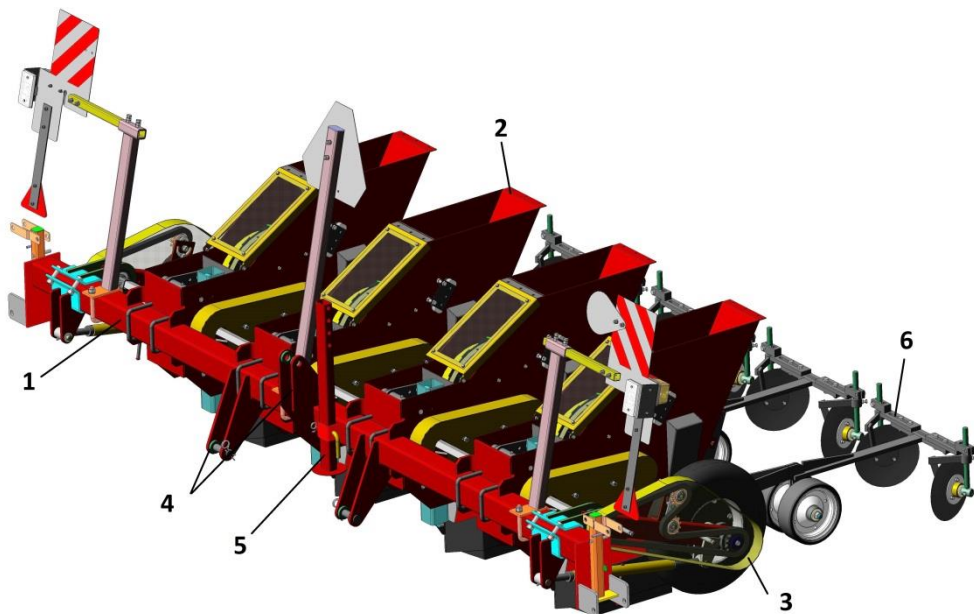

Рисунок 5 – Общий вид машины для посадки лука-севка МПЛС
3.2 Машина (рис. 5) состоит из рамы 1, высаживающих секций 2 с прикапывающими рамками 6, регулируемых приводных колес 3.